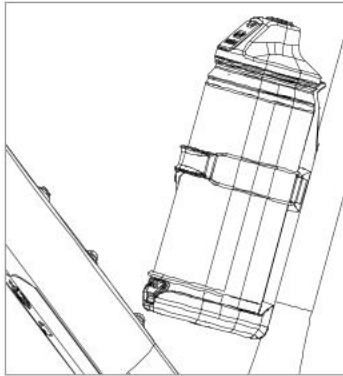

Figure 15
4. Fixez et sécurisez la batterie du prolongateur d'autonomie sur le support (figure 15).